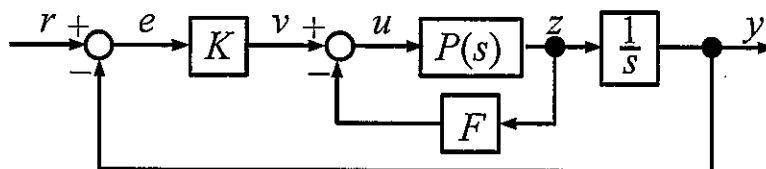

図 2-2
[2] 図 2-2 に示すフィードバック制御系について、以下の問いに答えよ。なお、 $P(s) = \frac{1}{5s+1}$  であり、制御器のパラメータは  $F > 0$  および  $K > 0$  である。各伝達関数は  $s$ 、 $F$ 、 $K$  から必要なものを用いて表せ。なお、解答用紙の指定欄には、答えだけを解答せよ。
- (1) 図 2-2 の  $v$  から  $z$  までの伝達関数を求めよ。
- (2) 図 2-2 の  $r$  から  $e$  までの伝達関数を求めよ。
- (3) 図 2-2 の  $r$  から  $y$  までの伝達関数を求めよ。
- (4) 問い [2] (3) で求めたシステムの安定性を判別せよ。